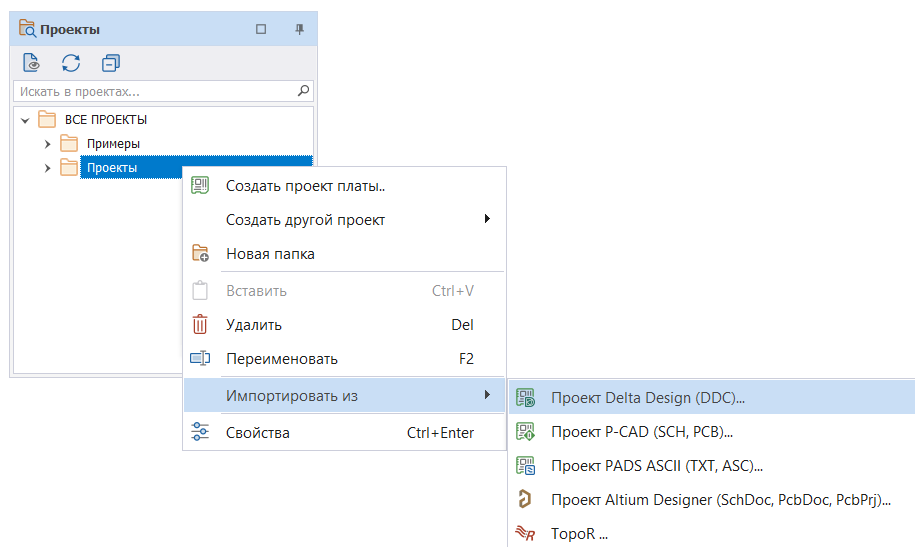

Рис. 54 Импорт проекта в формате *.ddc
2. В контекстном меню раскройте раздел «Импортировать из» и выберите пункт «Проект Delta Design (DDC)...», Рис. 54.